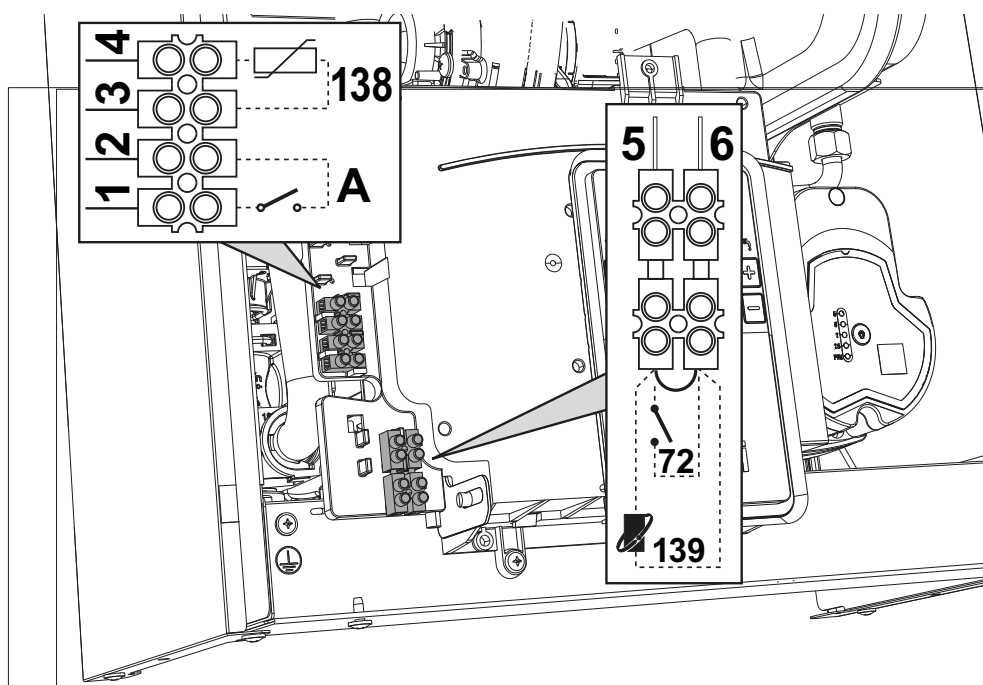
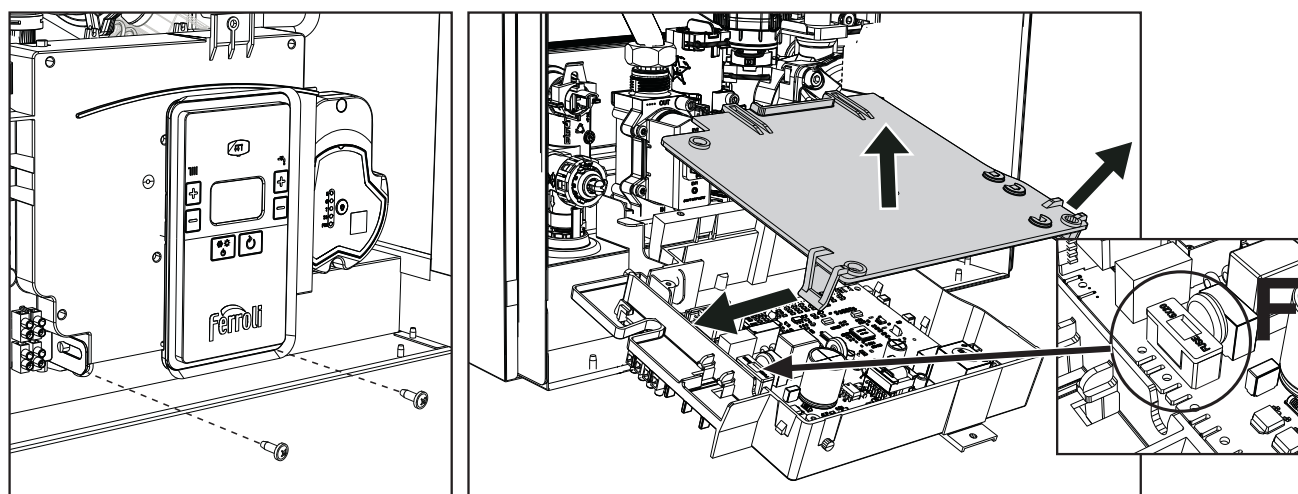

fig. 19
fig. 20
Después de quitar el panel frontal ("Apertura del panel frontal" a la pag. 32) es posible acceder a las borneras (M) y al fusible (F) como se indica a continuación (fig. 19 y fig. 20). **Los bornes indicados en la fig. 20 deben tener contactos secos (no 230 V).** La posición de los bornes para las diferentes conexiones también se ilustra en el esquema eléctrico de la fig. 46.
Configuración del interruptor ON/OFF (A, fig. 20)